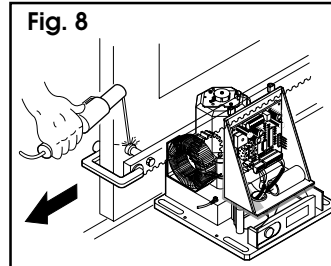

Fig. 8
4) Appuyer sur le pignon le premier élément de crémaillère en regard de la première entretoise (fig.8).
5) Fixer l'élément de crémaillère sur le vantail au moyen d'un serre joint (fig.8).